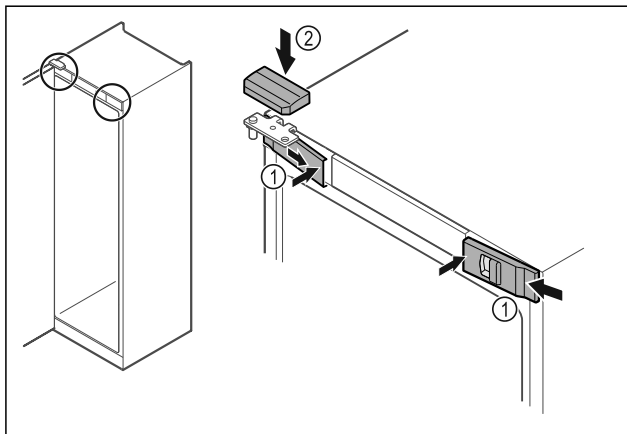

Fig. 36
- Obesite sprednje pokrove Fig. 36 (1) stransko in jih namestite v notranjosti, da se zaskočijo.
- Zgornji pokrov Fig. 36 (2) namestite z zgornje strani.